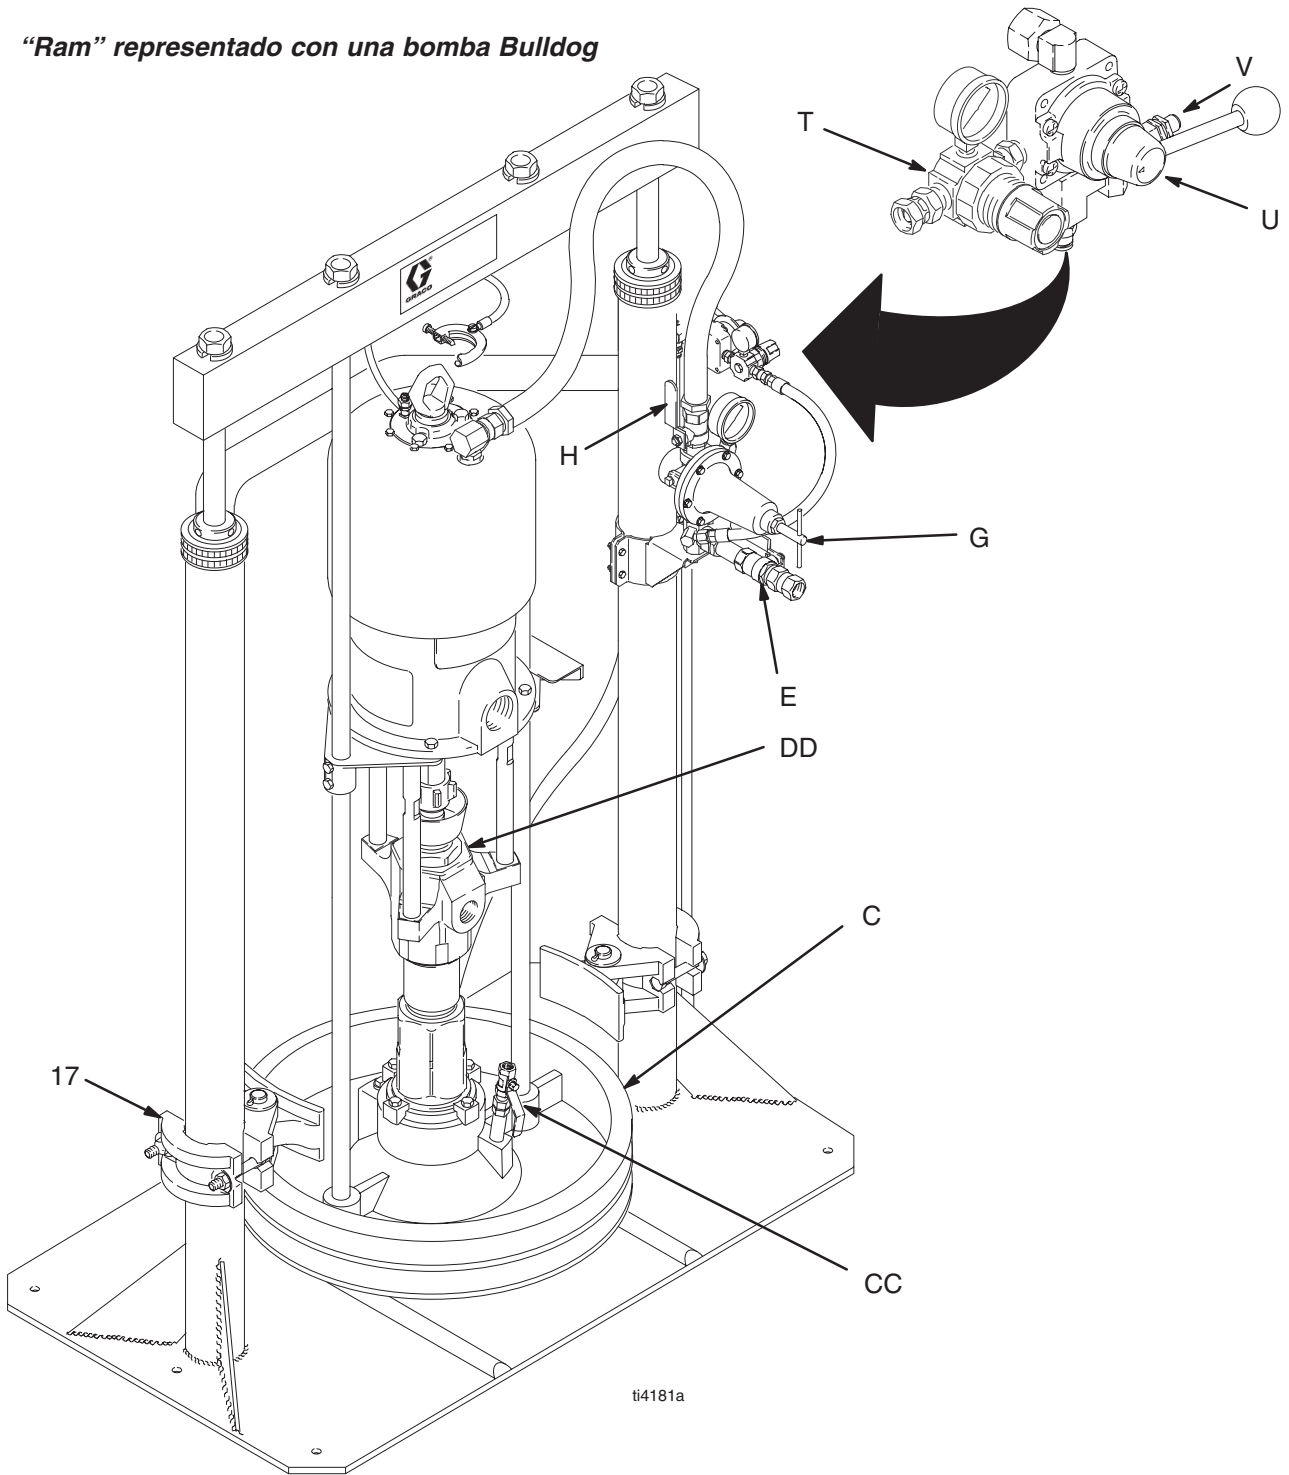

Fig. 8
1. Consulte la Fig. 8. Cierre todos los reguladores y las válvulas de aire.
2. Abra la válvula principal de purga del aire (E) y ajuste el regulador de aire del "ram" (T) a 2,8 bar. Tire hacia arriba de la manivela de la válvula directora (U) de forma que la flecha apunte hacia arriba ("UP"), y deje que el "ram" se alce hasta su altura máxima.
3. Coloque un bidón lleno de fluido en la base del "ram", deslícelo hacia atrás, contra el tubo y los soportes del "ram", y céntrelo debajo del plato rascador (C). Utilice las abrazaderas del bidón (17) para centrar, sujetar y alinear correctamente el bidón con el "ram". Después retire la tapa del bidón y alise la superficie del fluido con una regla.
1. Asegúrese de que el regulador de aire de la bomba (G) esté cerrado. Después ajuste el regulador de aire del "ram" (T) a aproximadamente 3,5 bar. Coloque la válvula directora (U) hacia ABAJO. Vea la Fig. 8.
3. Mientras la bomba esté funcionando, mantenga la válvula directora (U) en posición "DOWN".